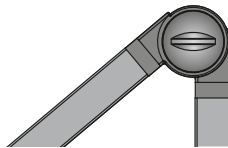

Fig. 3: Gelenk und Gelenkschraube.
- ▶ Ziehen Sie jede Gelenkschraube an, bis die Leuchte in der gewünschten Einstellung verharret, siehe Fig. 3.